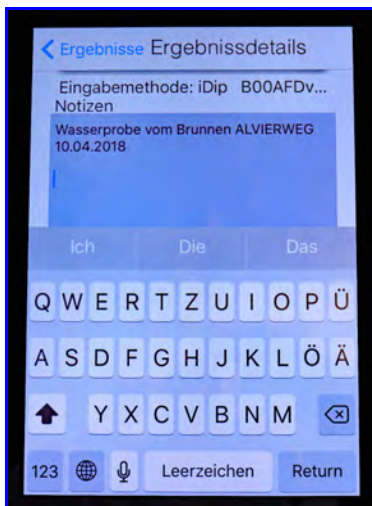

Abb. 6. iDip-Notizeneingabe.
- unter “Verlauf” können die bislang gespeicherten Resultate (cf. Abb. 6) ausgewählt, editiert, oder als E-Mail verschickt werden